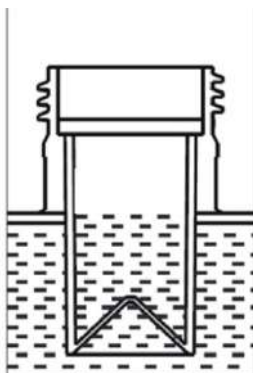

fig. 8
- Kontrollera bränslenivån genom okulärbesiktning. Se fig.8